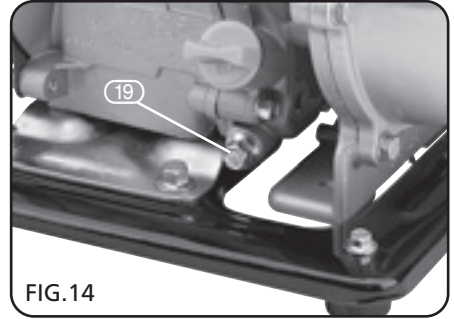

FIG.14
11.1 AFTER THE FIRST 20 HOURS OPERATION - FIG. 14
11.2 EVERY 50 HOURS OPERATION - FIGS. 14 - 17